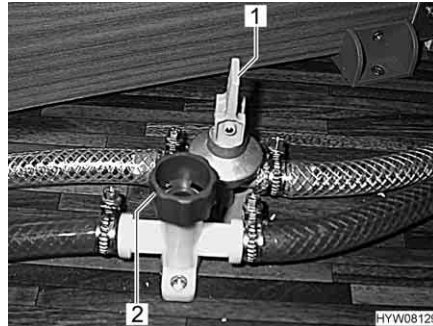

Fig. 158 Robinets de vidange
- Fermer tous les robinets de vidange pour chauffe-eau. Pour cela, mettre le levier à bascule (Fig. 158,1) à l'horizontale et faire tourner le capuchon (Fig. 158,2) dans le sens des aiguilles d'une montre.
- Ouvrir tous les robinets de vidange pour chauffe-eau. Pour ce faire, placer le levier à bascule (Fig. 158,1) à la verticale et faire tourner le capuchon (Fig. 158,2) dans le sens inverse des aiguilles d'une montre.